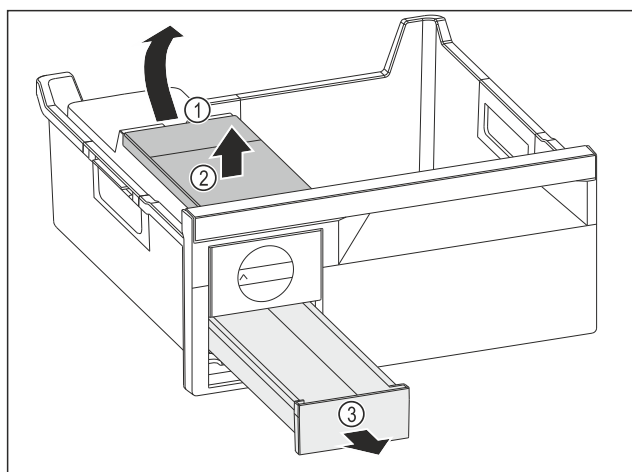

Fig. 140
- Watertank wegnemen: Watertank bij de uitsparing Fig. 140 (1) optillen.
- Watertank Fig. 140 (2) naar boven toe wegnemen.
- Ijsblokjesvak Fig. 140 (3) naar voren toe wegnemen.